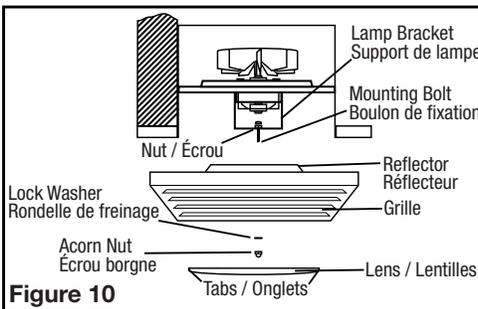

Figure 10
- Install the grill/lens/light reflector, by first removing the lens from the grill (there are two tabs on either side that hold the lens in place). Then remove the acorn nut and the lock washer which are installed on the reflector mounting bolt in the fan housing. Adjust the height of the reflector mounting bolt so that the grill will be tight up against the finished ceiling and less than 1/4" of the reflector mounting bolt protrudes through the reflector. Secure the reflector bolt's position by tightening the factory installed nut against the lamp bracket (**Figure 10**).
- Installer la grille/ la lentille / le réflecteur de la lumière, en enlevant d'abord les lentilles de la grille (il y a deux onglets de chaque côté qui tiennent en place la lentille). Ensuite, enlever l'écrou borgne et la rondelle de sécurité qui sont installés sur le boulon de montage du réflecteur dans le châssis du ventilateur. Ajuster la hauteur du boulon de montage du réflecteur pour que la grille soit bien serrée contre le plafond fini et à moins de 0,6cm (1/4po) du boulon de montage du réflecteur en saillie au travers du réflecteur. Serrer en position le boulon en serrant l'écrou installé en usine contre le support de lampe (**Figure 10**).